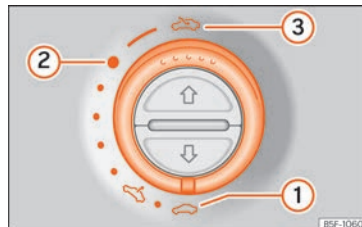

Abb. 110 Im Dachhimmel: Schalter zum Öffnen und Schließen drehen.
- Öffnen: Drehen Sie den Schalter auf die Position »» Abb. 110 ③.
- Komfortstellung: Drehen Sie den Schalter auf die Position »» Abb. 110 ②.
- Schließen: Drehen Sie den Schalter auf die Position »» Abb. 110 ①.
- Der Schalter »» **Abb. 110** muss auf der Position „geschlossen“  stehen.